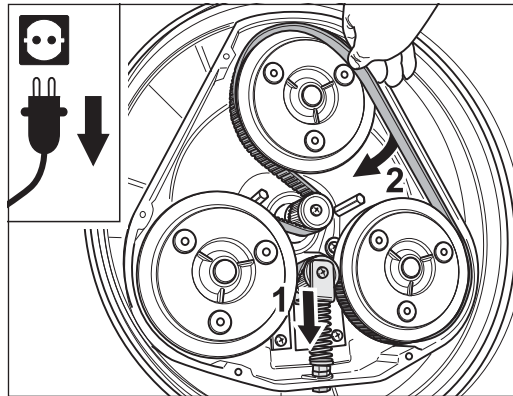

Fig. 40 Con el tensor retrocedido coloque la correa dentada con el dentado en el piñón y con el dorso de la correa poner sobre el alojamiento del disco lijador.
- 2 Coloque la correa dentada, teniéndose que poner el dentado en el piñón y el dorso en las poleas motrices de los discos lijadores (Fig. 40).